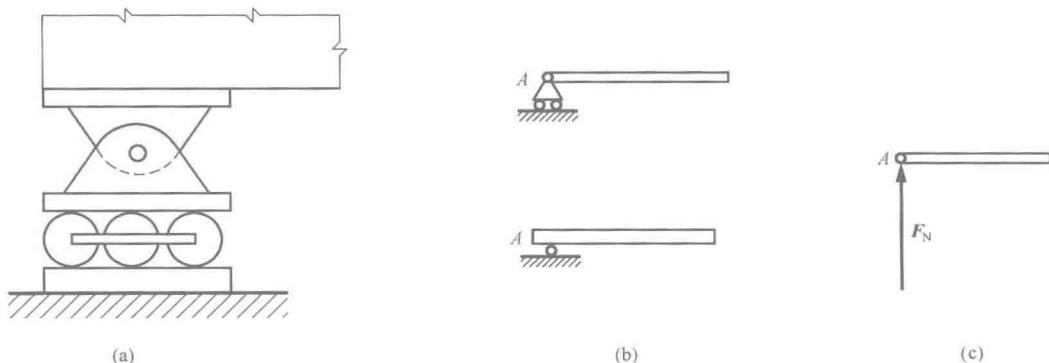

图 1-9
(2) 活动铰支座。在桥梁、屋架等结构中经常采用活动铰支座约束。这种支座是在铰链支座与光滑支承面之间装有几个辊轴而构成的，又称辊轴支座或可动支座，如图 1-9 (a) 所示，其简图如图 1-9 (b) 所示。它可以沿支承面移动，允许由于温度变化而引起结构跨度的自由伸长或缩短。显然，活动铰支座不能阻止构件沿着支撑面的运动，所以其约束力必须垂直于支承面且通过铰链中心，指向不定。通常用  $F_N$  表示其法向约束力，如图 1-9 (c) 所示。